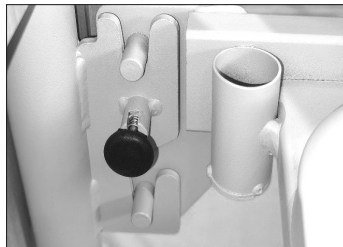

Fig. 4
3. Disinserire il perno nero e bloccarlo in posizione di apertura ruotandolo di 90°, dopodiché unire la struttura alla testiera e alla pediera (elementi identici), facendo attenzione a inserire correttamente i perni in metallo negli appositi alloggi e che le ruote siano tutte bloccate durante questo procedimento. Reinserire il perno nero sbloccandolo (Fig.4)